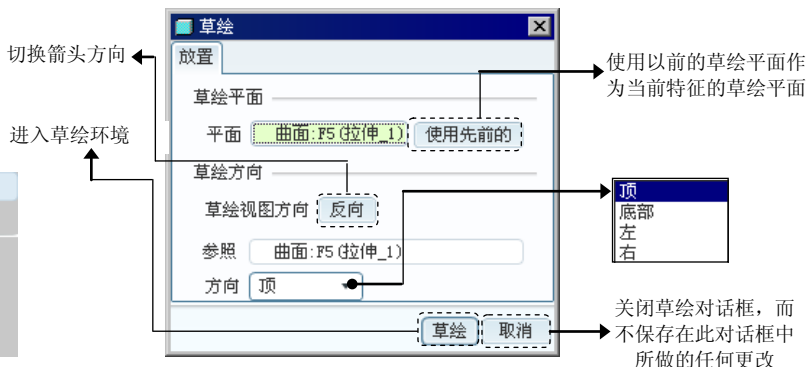

图 5.9.20 “草绘”对话框
Step2. 此时系统进入草绘环境，选择下拉菜单 **草绘(S)** → **草绘设置...** 命令，系统会弹出“草绘”对话框，其中各选项的说明如图 5.9.20 所示。